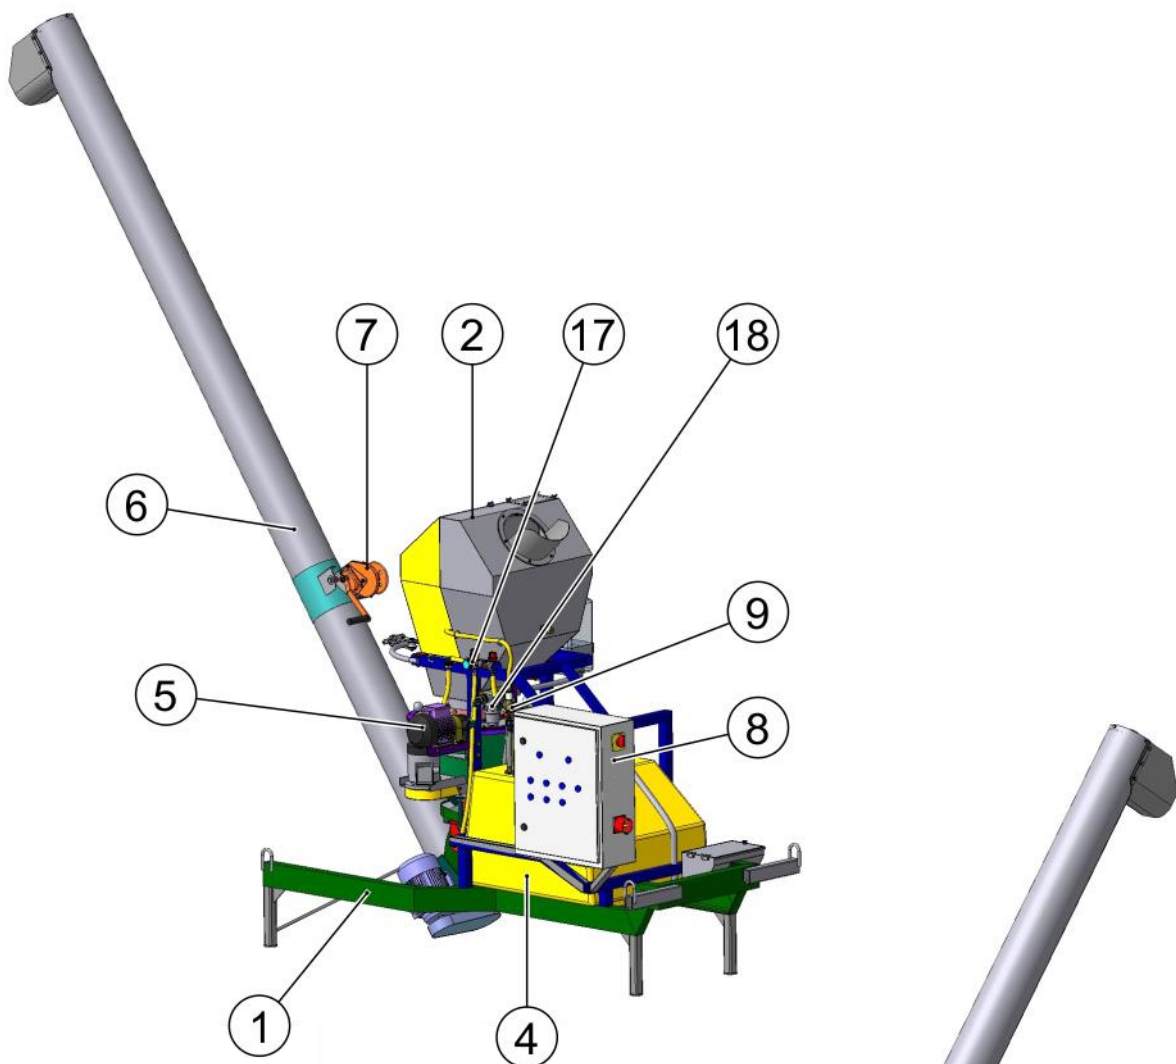
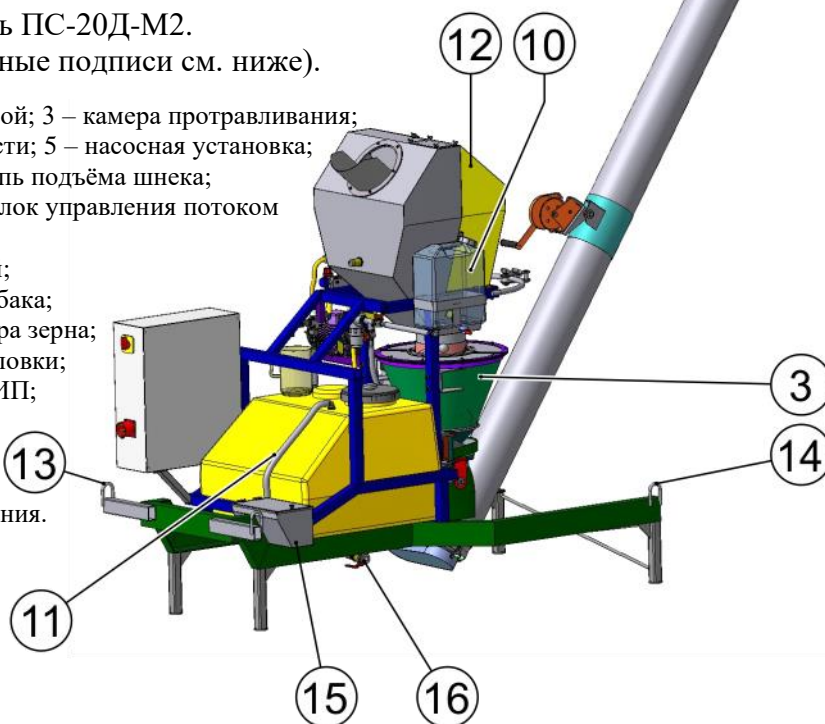

Рис. 2. Протравливатель ПС-20Д-М2.
Рис. 1. Протравливатель ПС-20Д.-М2. Вид справа.
Общее устройство протравливателя показано на *Рис. 2, Рис. 1*, а основных узлов – на *рис. 2-9*.
- 2.1. Протравливатель семян камерный ПС-20Д-М2 (*Рис. 2, Рис. 1*) представляет собой автоматическую стационарную машину с электроприводом основных механизмов и состоит из следующих сборочных единиц: бункер для накопления семян 2, камеры протравливания 3, бака 4 для рабочей жидкости, насосной установки 5 с системой дозирования жидкости 17, шнека выгрузного 6, блока 9 управления потоком жидкости, шкафа управления 8. Сборочные единицы смонтированы на раме 1. Выгрузной шнек поднимается и опускается оператором с помощью цепи 7. Бачок 10 заполняется чистой водой и предназначен для промывки системы и мытья рук оператора.